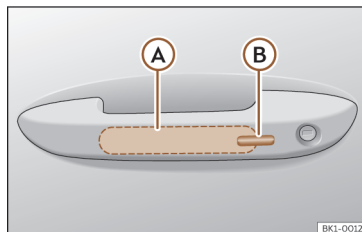

**Fig. 75** Manípulo da porta: superfícies sensoras.
>>> **Fig. 75**
- Toque na superfície sensora >>> **Fig. 75 B** situada no lado exterior do manípulo da porta. Todos os indicadores de direção piscam uma vez.
- Antes de passarem 5 segundos, toque uma vez no sensor do lado exterior do manípulo da porta >>> **Fig. 75** . Ao fazê-lo, não agarre o manípulo. O sistema Keyless Access fica desativado temporariamente.